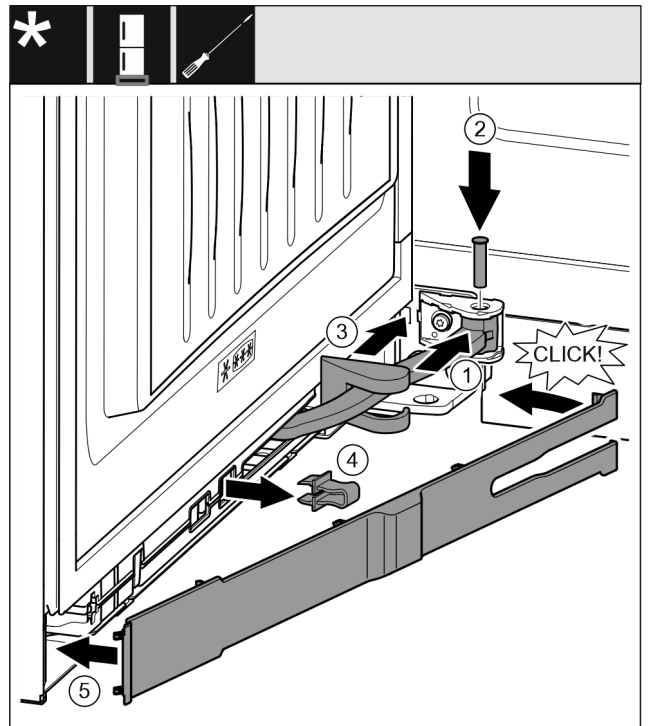

Fig. 45
- ▶ Поверніть шарнір у навішуванні. Fig. 45 (1)
- ▶ За допомогою викрутки T15 встановіть гвинт в навішування та шарнір. При цьому виступ фіксатора повинен займати правильне положення в пазу. Fig. 45 (2)
- ▶ Просуньте кришку опорного кронштейна вздовж шарніра та встановіть її над навішуванням. Fig. 45 (3)
- ▶ Зніміть запобіжник. Fig. 45 (4)
- ▶ Встановіть накладку з боку ручки та поверніть. Fig. 45 (5)